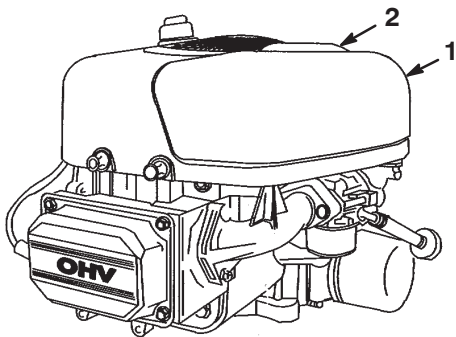

Bild 23
5. Ziehen Sie den Griff an der Luftfilterabdeckung hoch und drehen Sie ihn in Richtung des Motors (Bild 23).